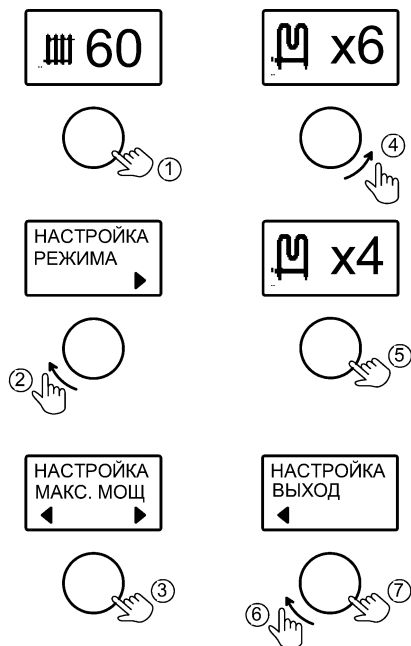

Рисунок 10. Настройка мощности котла
**10.2** Во вкладке «МАКС. МОЩНОСТЬ» - имеется возможность ограничения значения максимальной мощности котла (см. рис. 10). При этом изменяется максимальное количество включаемых в работу ТЭНов.